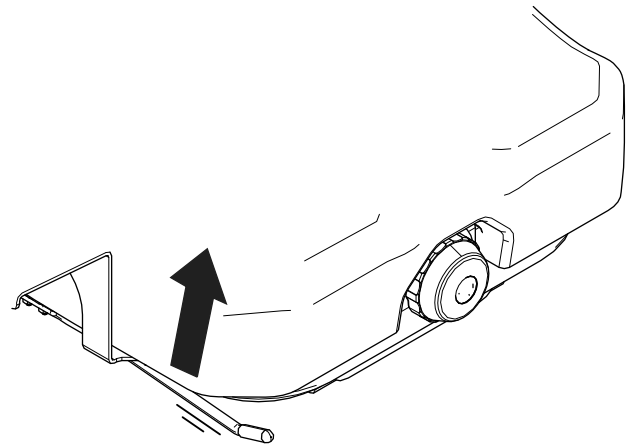

图 13
- 型号 32302 和 32303**提起锁定杆移以松开座椅 图 13将座椅移到舒适的位置然后松开锁定杆以固定座椅的位置。